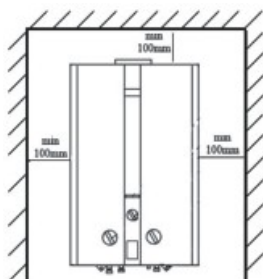

Рисунок 3
**6.1.4.** Аппарат рекомендуется устанавливать так, чтобы смотровое окно (см. рис. 3) было на уровне глаз потребителя, а вокруг аппарата было свободное пространство не менее 100 мм, необходимое для его обслуживания.